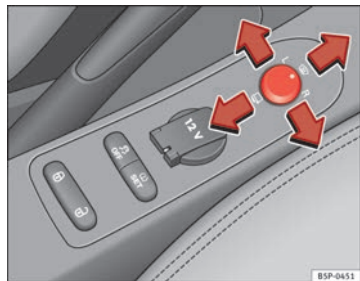

Fig. 89 Mando de los retrovisores exteriores
1. En primer lugar, gire el mando ⇒ fig. 89 hasta la posición **L (retrovisor izquierdo)**.
- Gire el mando ⇒ fig. 89 hasta la posición ☞ para plegar los retrovisores exteriores. Para evitar daños en el vehículo, debería plegar los retrovisores exteriores siempre que utilice un túnel de lavado automático.